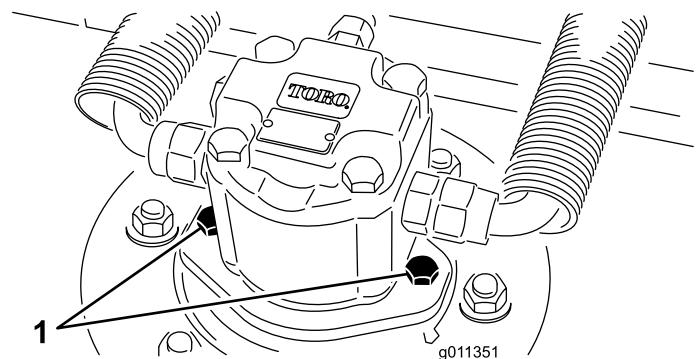

図 97
2. デッキから油圧モータを外す図 97。異物がつかないように、スピンドル上部にはカバーをかけておく。
3. デッキに油圧モータを取り付ける図 97。Oリングを忘れずに、また、損傷させないよう注意して取り付ける。